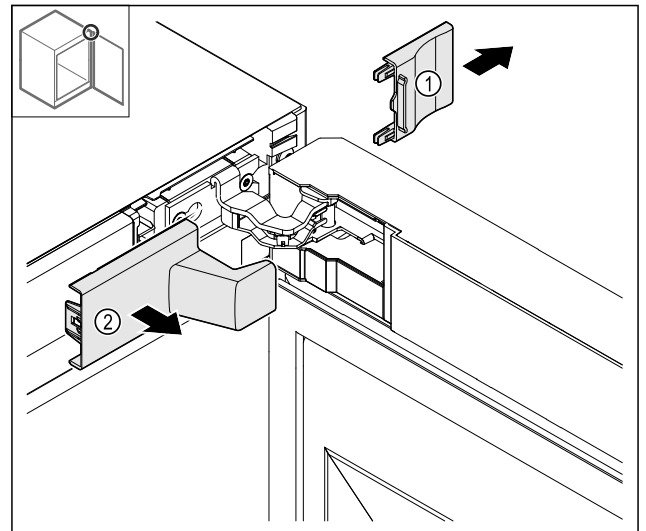

Fig. 9
- Abdeckung Fig. 9 (1) und dann Fig. 9 (2) entfernen.